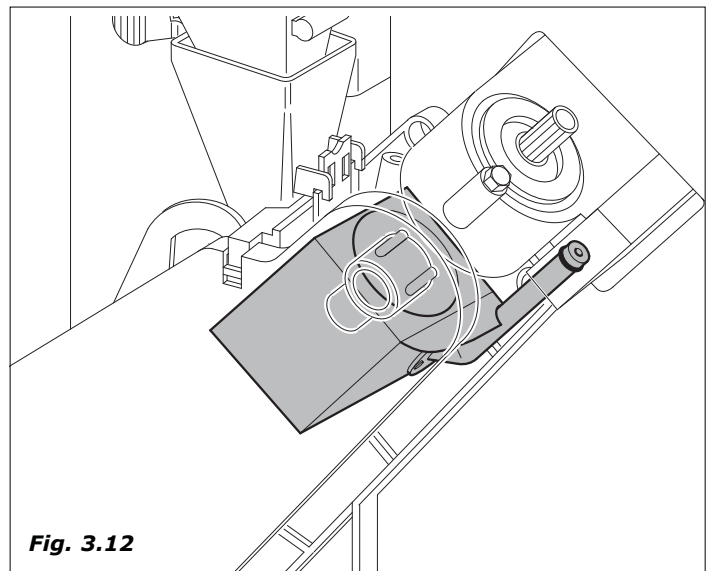

Fig. 3.12
- Le moteur du groupe café est réalimenté pour repositionner l'infuseur dans sa position repos ; durant cette opération, la pastille de café usagé est expulsée (figure 3.12).